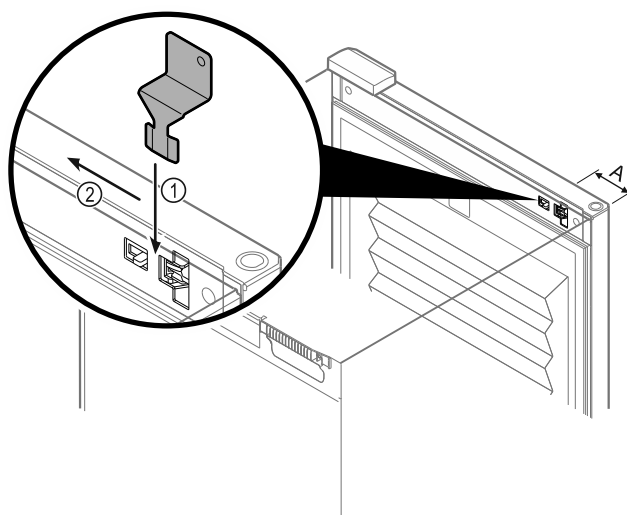

Fig. 150
- Poziționați cheia de deblocare de urgență în poziția specificată Fig. 150 (A) ≈ 100 mm.
- Introduceți cheia de deblocare de urgență Fig. 150 (1) între ușă și corpul aparatului, de sus până la opritor.
- Trageți cheia de deblocare de urgență în direcția balamalei. Fig. 150 (2)